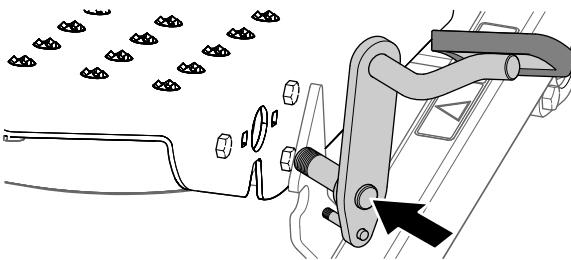

Рисунок 11
8. Совместите педаль блокировки с левой подножкой и отверстиями в шарнирном кронштейне (Рисунок 11).